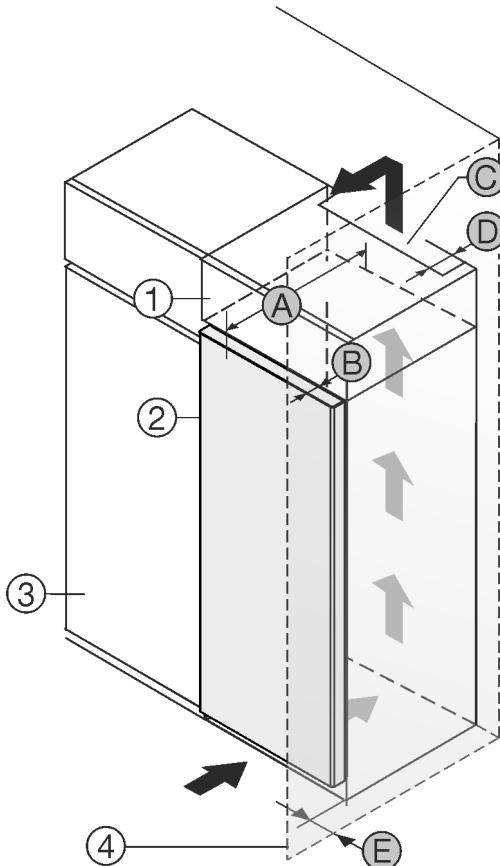

Fig. 1
Можете да поставите уреда непосредствено до кухненския шкаф *Fig. 1 (3)*.*
От задната страна на шкафа-пристройка трябва да има вентилационен отвор с дълбочина *Fig. 1 (D)* по цялата широчина на шкафа-пристройка.*
Под тавана на помещението трябва да е спазено сечението за вентилация *Fig. 1 (C)**.
Когато уредът се поставя с пантите до стена Fig. 1 (4), разстоянието между уреда и стената трябва да е поне 13 mm.*
За да можете да отваряте вратата изцяло, уредът трябва да е издаден с дълбочината на вратата *Fig. 1 (B)* спрямо челото на кухненския шкаф. В зависимост от дълбочината на кухненските шкафове *Fig. 1 (3)* и използването на детайли за отстояние от стената, уредът може да излезе още по-напред.*